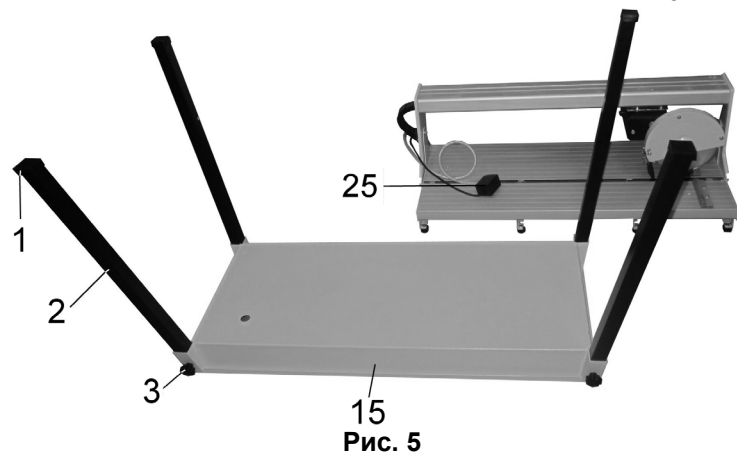

Рис. 5
9.1. Сборка и установка основания (Рис.5, 6)